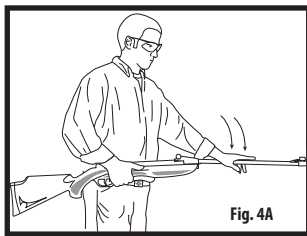

Fig. 4A
- Tenez l'arme près de votre corps en plaçant la crosse (A) sur le haut de votre cuisse.
- À l'aide de la paume de votre main, tapez fermement sur la bouche (F) du canon (Fig. 4A) pour exposer la culasse.